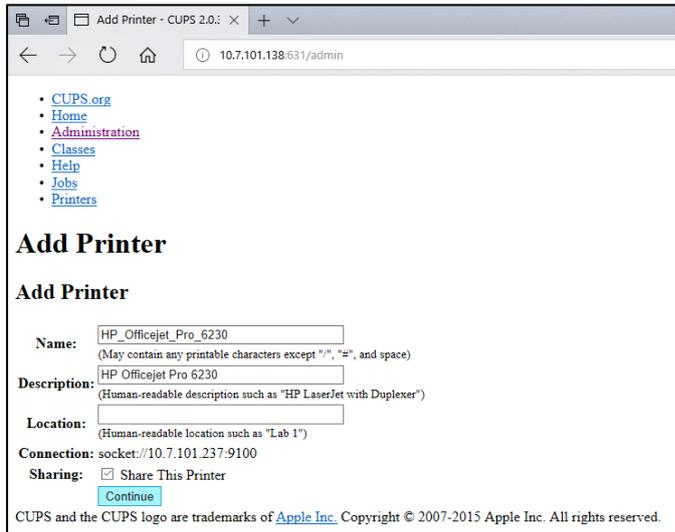

Figura 79. Schermata di aggiunta stampanti.
5. Selezionare Share this printer (Condividi questa stampante) e premere Continue (Continua) (Figura 79, pagina successiva).